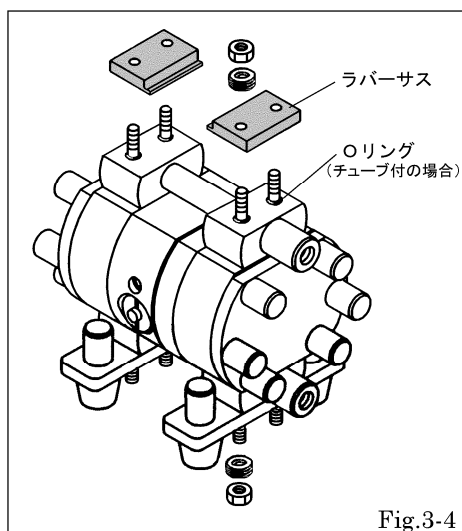

Fig.3-4
- ・キット付属のタイロッド縦を挿入する。[Fig.3-4]
- ・ナットからの雄ネジの出具合が均等になるように、規定トルクで締付ける。[Fig.3-4]